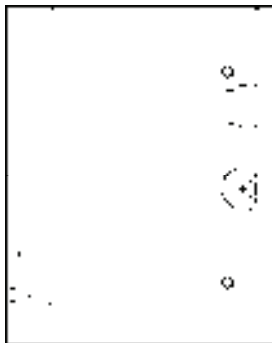

图 14-66 布置座便器
11) 沿用上述操作方法, 布置座便器, 结果如图 14-66 所示。